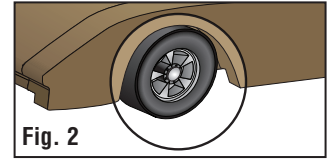
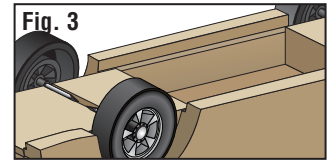

Fig. 2
Fig. 3
- Test fit Sides with wheels and axles temporarily attached to car to verify clearance (Fig. 2). Wheels must spin freely when Sides are attached. If wheels are inhibited in any way, sand wheel wells again. Repeat until wheels spin freely. **NOTE:** Face grooved cutout toward Car Body and align top edge of cutout with bottom of car (Fig. 3).
- Essai d'ajustement côtés avec roues et essieux fixés temporairement voiture afin de vérifier que le jeu (Fig. 2). Les roues doivent tourner librement lorsque côtés sont jointes. Si les roues sont inhibées en aucune façon, sable puits de roue à nouveau. Répétez l'opération jusqu'à ce que les roues tournent librement. **REMARQUE:** Position rainurée découpe vers carrosserie de voiture et aligner le bord supérieur de la découpe avec bas de voiture (Fig. 3).